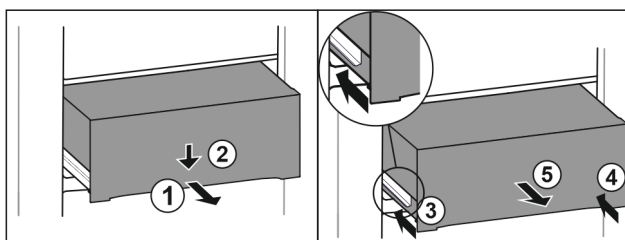

Fig. 82
- ▶ Dra ut utdragslåda till hälften. Fig. 82 (1)
- ▶ Tryck utdragslådan på framsidan nedåt. Fig. 82 (2)
- ▶ Skjut in vänster skena ca 2 cm. Fig. 82 (3)
- ▶ Skjut in höger skena ca 2 cm. Fig. 82 (4)
- ▶ Ta ut utdragslåda genom att dra den framåt. Fig. 82 (5)